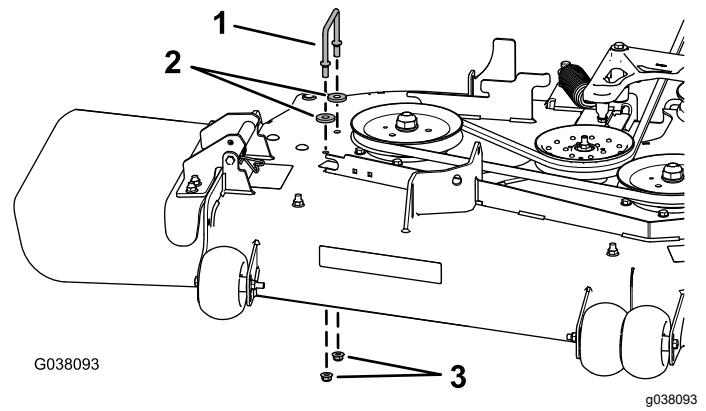

Figura 18
3. Retire el soporte de la cubierta derecha de la correa, las 2 arandelas y las 2 tuercas con arandela prensada de la carcasa de corte (Figura 18).